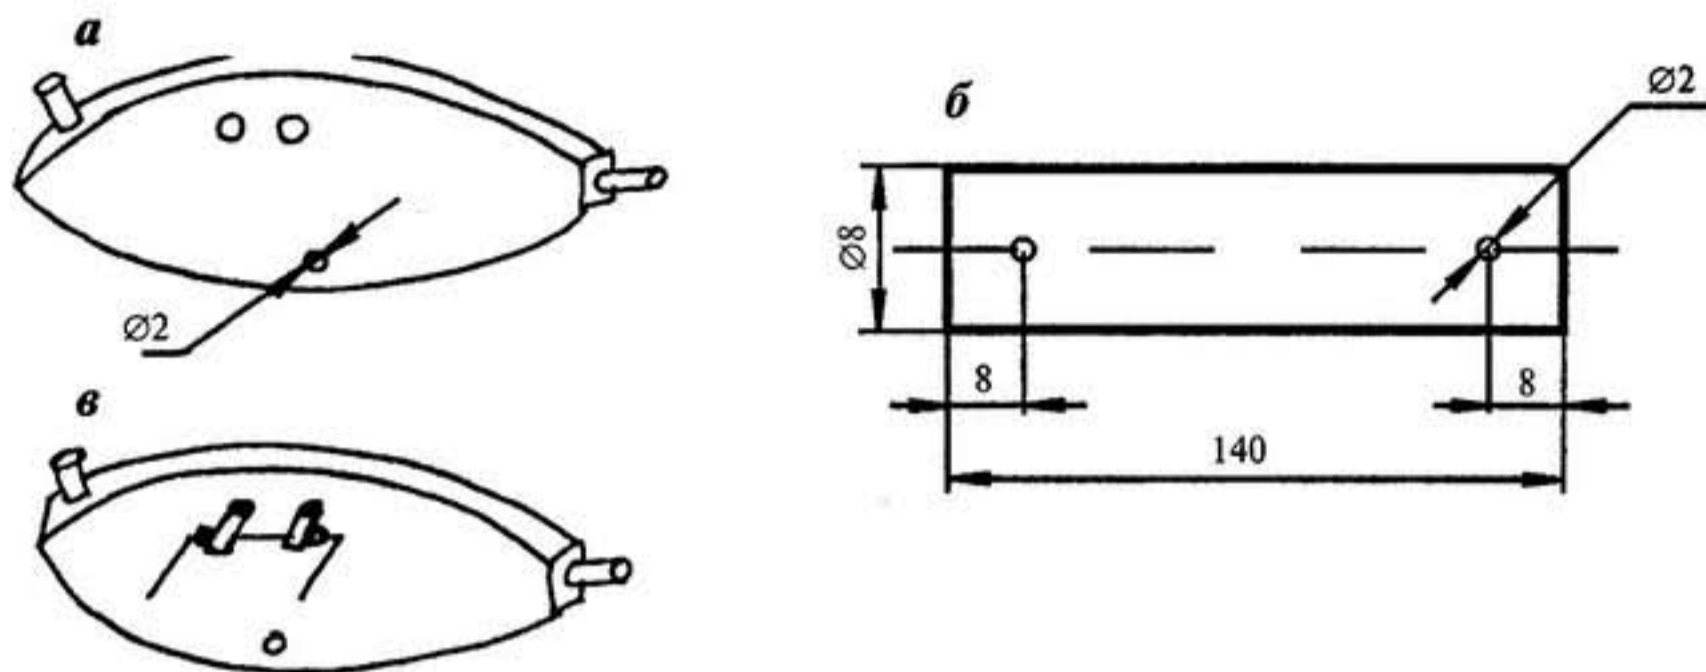

Рис. 236
1. Вставьте нагели в отверстия на туловище птицы, расположенные в начале и в конце (рис. 236, а). Их можно сразу посадить на клей. Разметив по шаблону отверстие для лески, просверлите его сверлом $\varnothing 2$ мм.
2. В двух нагелях просверлите отверстия так, как показано на рис. 236, б и вставьте их в туловище (рис. 236, в). В эти отверстия войдут проволочные кронштейны.
3. В отверстия на нагелях вставьте проволоку с одной и с другой стороны туловища, насадите на нее бусинки и загните концы так, чтобы они были одинаковыми по длине (рис. 236, в).